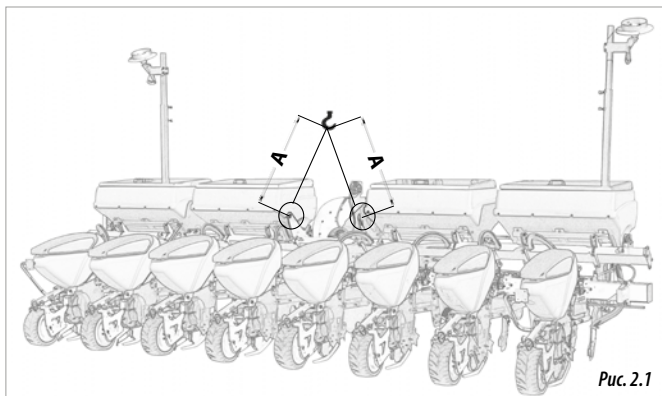

Рис. 2.1
- Для сеялок на базе **ЖЕСТКОЙ, ТЕЛЕСКОПИЧЕСКОЙ РАМЫ, МОДИФИКАЦИЙ VARIANT, VARIANT IDRA И С РУЧНОЙ РЕГУЛИРОВКОЙ VARIANT**, ПОГРУЗКА И РАЗГРУЗКА должна производиться строповкой за 2 отверстия (рис. 2.1).
ВНИМАНИЕ: СОБЛЮДАЙТЕ БЕЗОПАСНУЮ ДЛИНУ СТРОП: **А** (2 метра) ДЛЯ ПРЕДОТВРАЩЕНИЯ ПОВРЕЖДЕНИЯ СЕЯЛКИ ПРИ ПОДЪЕМЕ (рис. 2.1).